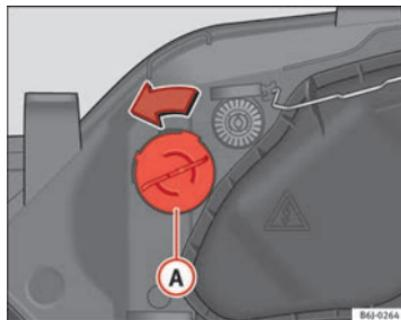

Fig. 169 Luz intermitente
- Gire el portalámparas ⇒ fig. 169 Ⓐ a la izquierda y tirar.